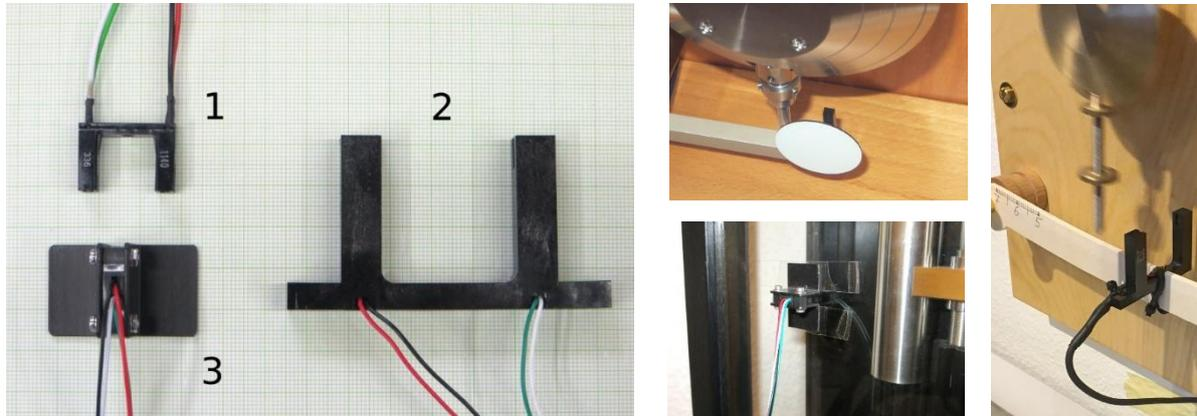

Abb. 2: Lichtschranken und Einbaubeispiele (Mitte oben Nr. 1, Mitte unten Nr. 3, rechts Nr. 2)
Es stehen 3 verschiedene Lichtschranken zur Verfügung, siehe Abb. 2. Alle haben 4 Kabel mit ca. 60 cm Länge in den Farben rot, schwarz, grün und weiß. Rot und schwarz sind die Anode (A) bzw. Kathode (K) der Infrarot-Leuchtdiode und weiß sowie grün sind Kollektor (C) bzw. Emitter (E) des Fototransistors. Ein Vorwiderstand für die Leuchtdiode und ein Pulldown-Widerstand für das Messsignal sind bereits in der Zeitwaage eingebaut. Daher können die Kabel ohne weitere Bauteile direkt mit den Kabeln (auch je ca. 60 cm lang) des Klinkensteckers verbunden werden, wobei weiß und rot (A und C) zusammen auf rot (+3,3V, Spitze des Steckers) gelegt werden. Grün ist das Signal (Steckermitte) und schwarz ist Minus (hinten). Minus ist in der Zeitwaage über 100 Ohm (Vorwiderstand) mit Masse verbunden.